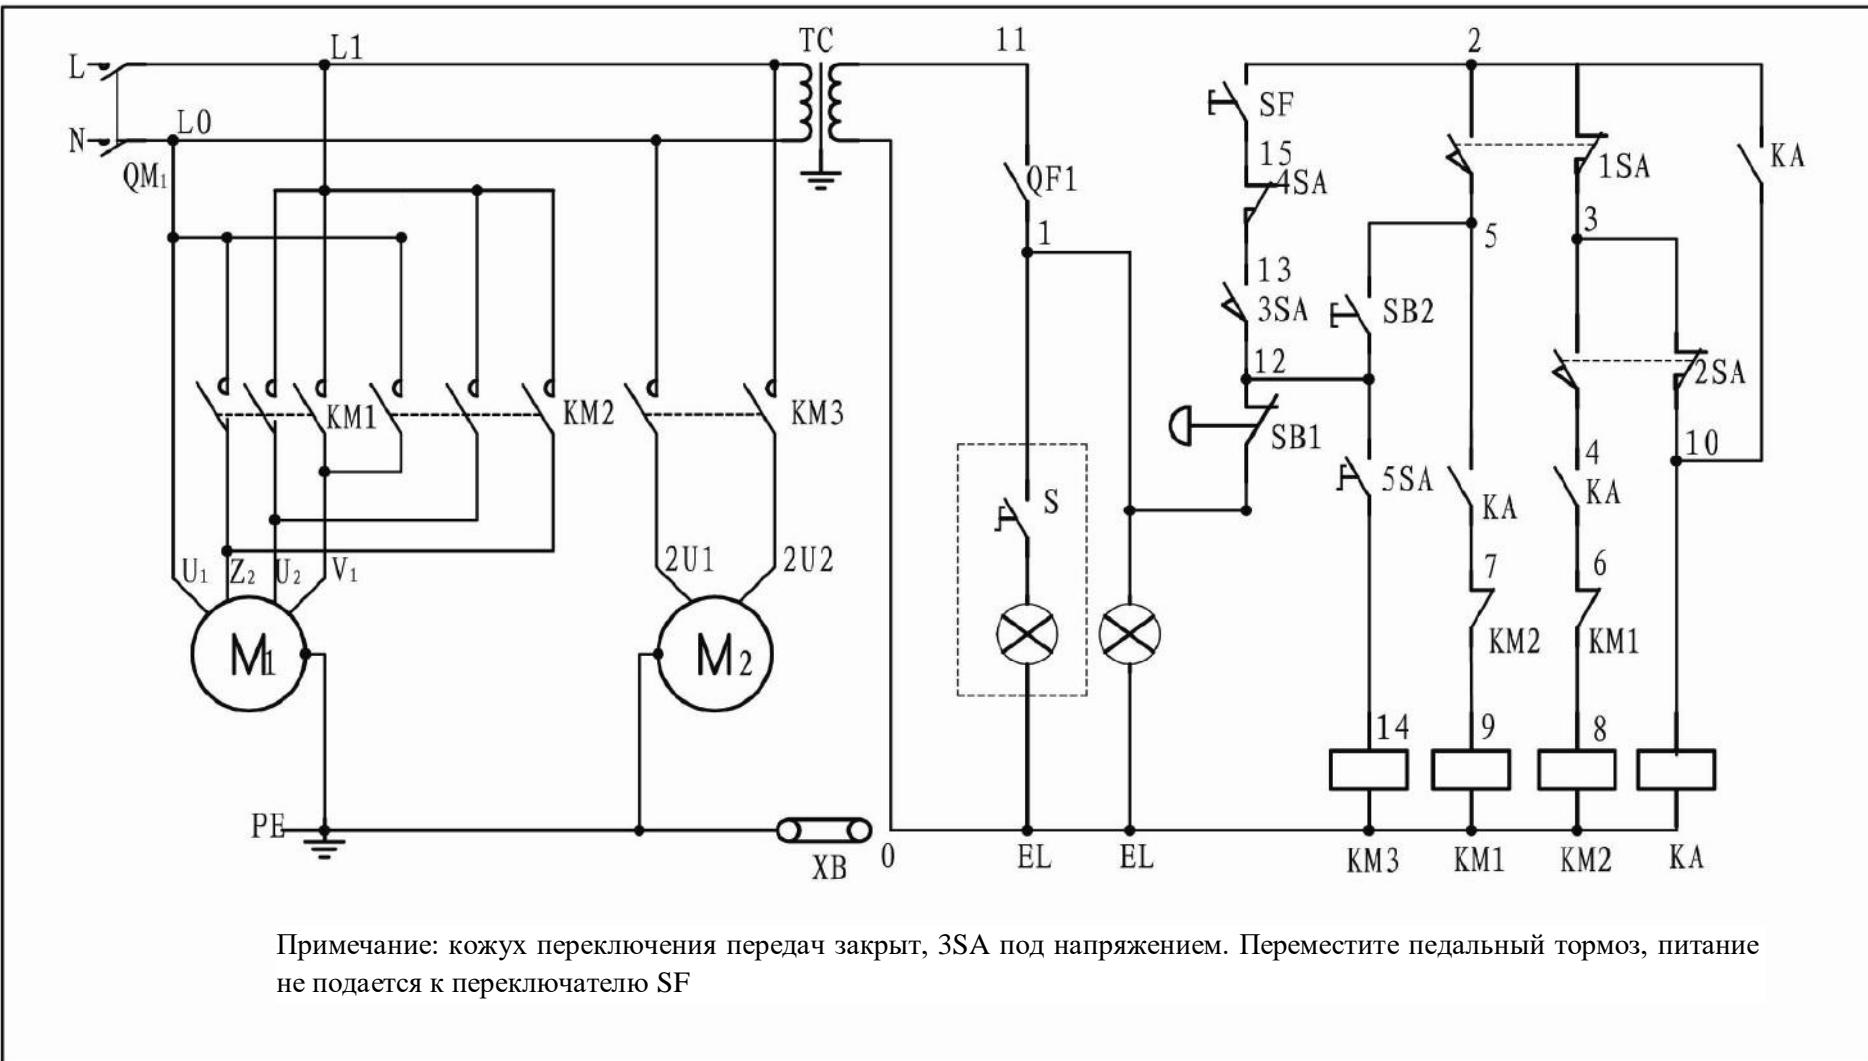

Рис. 13 Электрическая схема 110 В – 220 В, 50 Гц (одна фаза)
- 2) 110 В – 220 В, 50 Гц. Электрическую схему см. на Рис. 13 и таблицу 9 «Электрические компоненты». Убедитесь, что напряжение и частота соответствуют требуемым для станка. Установите предохранитель 25 А. Рычаг переключателя 12 должен быть в среднем положении, остановите станок и убедитесь, что его невозможно повторно запустить и перейдите к следующему шагу. Переместите рычаг переключателя 12 вверх, шпиндель будет вращаться против часовой стрелки. Переместите рычаг вниз и шпиндель будет вращаться по часовой стрелке. Если это не так, отсоедините электропитание и поменяйте местами любые два провода.